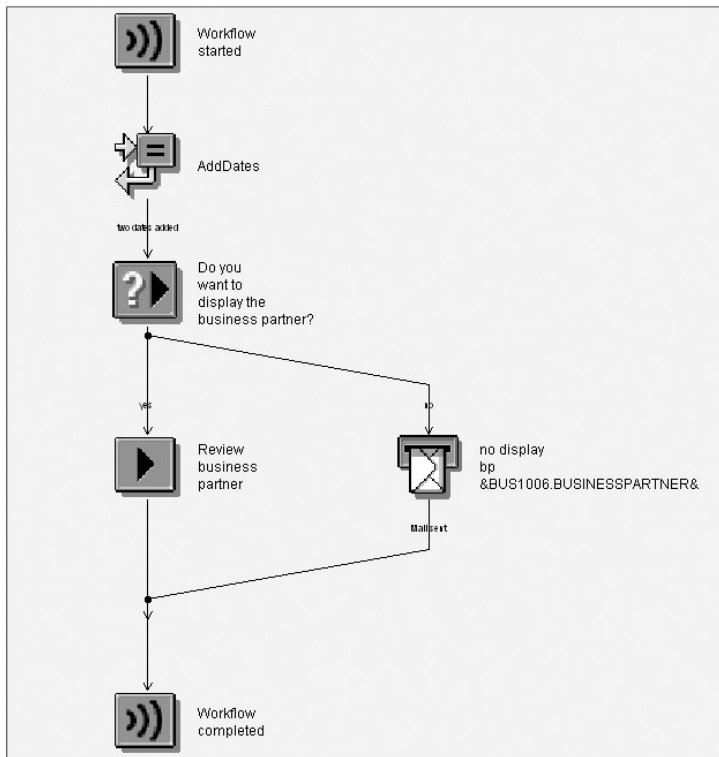

Abbildung 8.8 Beispielablauf
Ihr Ablauf sollte nun mit Abbildung 8.8 übereinstimmen. Auf die Benutzerentscheidung folgen zwei Schritte: Prüfen des Geschäftspartners und Versenden der E-Mail.
2. Wenn Sie in dem in Abbildung 8.8 gezeigten Workflow auf den Schritt BENUTZERENTSCHEIDUNG (»Möchten Sie den Geschäftspartner anzeigen?«) doppelklicken und die Registerkarte AUSGÄNGE wählen, werden drei Ausgänge angezeigt: JA, NEIN und VERARBEITUNG OBSOLET.